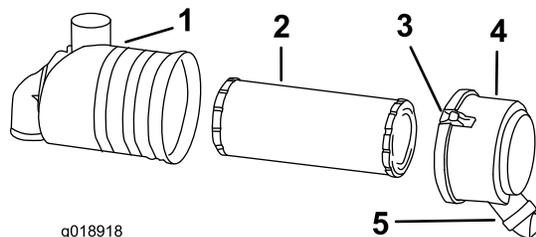

Figure 28
3. Ouvrez les dispositifs de verrouillage du filtre à air et détachez le boîtier du corps du filtre (Figure 28).
1. Sortez l'élément principal du corps du filtre avec précaution (Figure 28). Évitez de cogner l'élément à l'intérieur du corps.